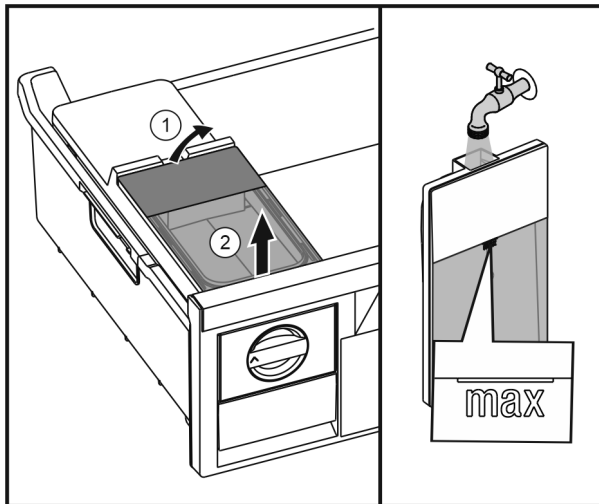

Fig. 38
- ▶ Nadvihnite nádržku na vodu zozadu Fig. 38 (1) a odoberte ju nahor Fig. 38 (2).